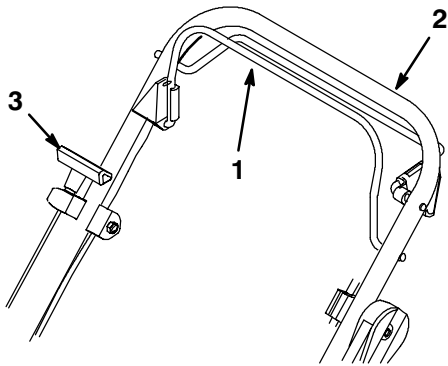

Figure 9
4. Serrer la barre de commande de lame contre le mancheron (Fig. 9).
5. Tirer lentement la poignée du lanceur jusqu'à ce qu'on sente une résistance, puis la tirer vigoureusement (Fig. 9). Laisser la poignée du lanceur revenir lentement jusqu'au mancheron.